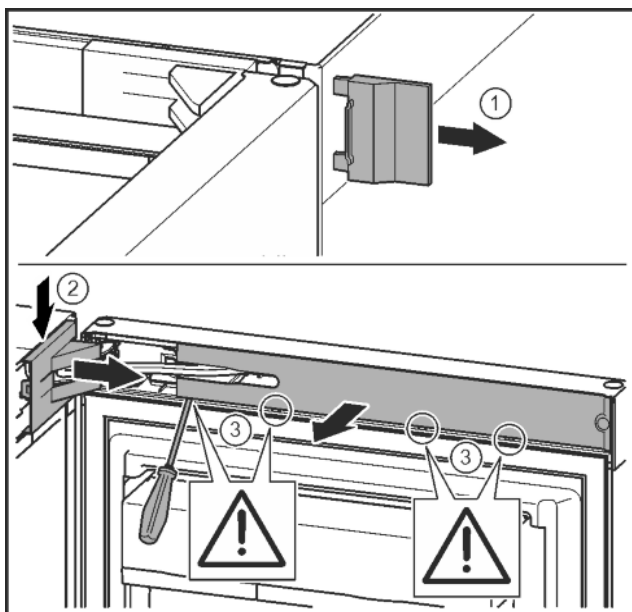

Fig. 12
- ▶ Зніміть зовнішню кришку. Fig. 12 (1)
- ▶ Звільніть і ослабте кришку опорного кронштейна. Зніміть кришку опорного кронштейна. Fig. 12 (2)
- ▶ За допомогою шліцевої викрутки звільніть від фіксатора та поверніть убік накладку. Fig. 12 (3)